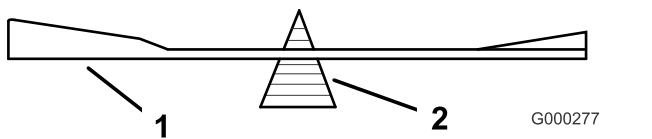
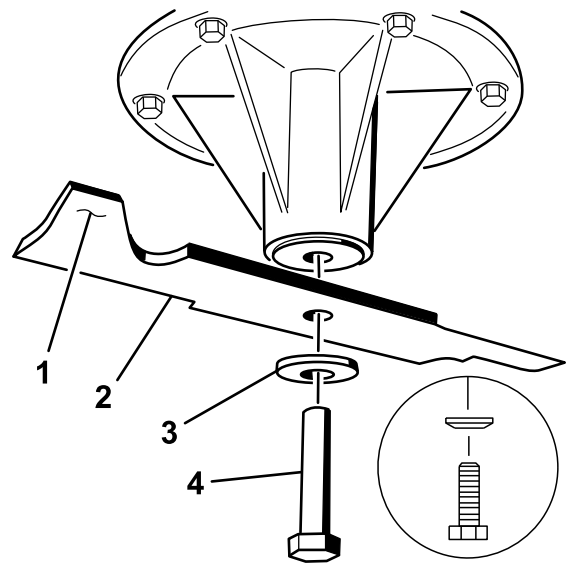

Figure 99
Figure 100
2. Vérifiez l'équilibre de la lame en la plaçant sur un équilibreur (Figure 99). Si la lame reste horizontale, elle est équilibrée et peut être utilisée. Si la lame est déséquilibrée, limez un peu l'extrémité de l'ailette seulement (Figure 100). Répétez cette procédure jusqu'à ce que la lame soit équilibrée.
1. Placez la lame sur l'axe (Figure 100).
2. Mettez en place la rondelle élastique et le boulon de la lame. Le côté bombé de la rondelle élastique doit être dirigé vers la tête du boulon (Figure 100). Serrez le boulon de la lame à un couple de 115 à 150 N·m (85 à 110 pi-lb).